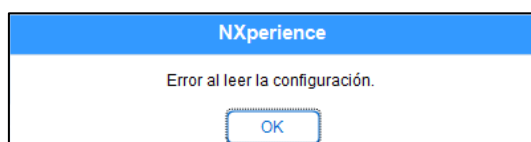

Fig. 53 – Error al leer la configuración
- Si el **NXperience** presentar error mientras la lectura de la configuración, como muestra la Fig. 53, y la pantalla del dispositivo está apagada, se debe intentar el procedimiento descrito a continuación: